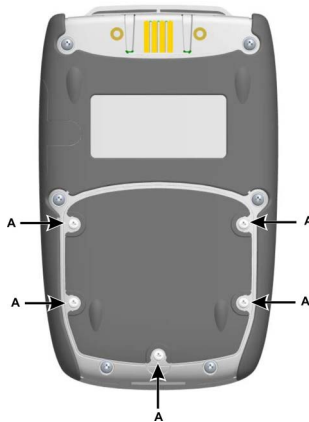

図 1: 背面
1. 5本のポジドライブ (Pozi driv) ネジを外します (A) (「図1 背面」を参照)。